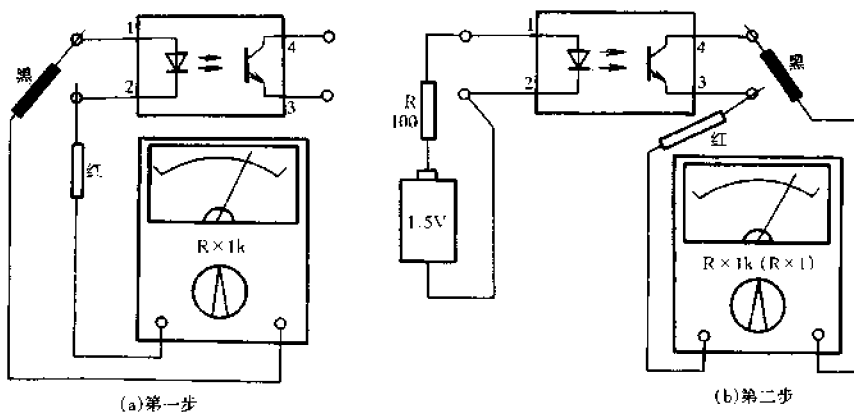

图 4-214 外加电池法检测光电耦合器 CTR
检测方法如图 4-214 所示,被测器件为彩色电视机和录像机常用的光电耦合器。测试可分两步进行。
第一步:如图 4-214(a)所示,将万用表置于  $R \times 1k$  挡,先用黑表笔接①脚,红表笔接②脚,测出的阻值应约为  $2k\Omega$  左右;然后调换红、黑表笔位置,测得的阻值应为  $\infty$ 。
第二步:如图 4-214(b)所示,先将万用表置于  $R \times 1k$  挡,红表笔接在光电耦合器的③脚,